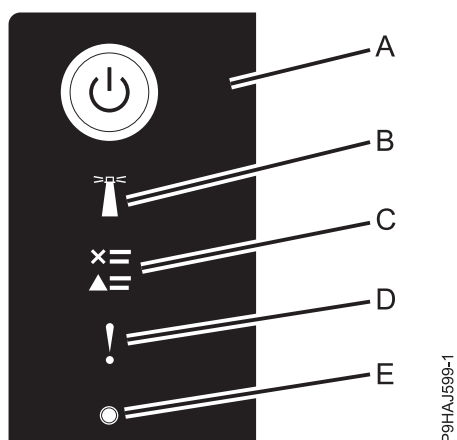

Рисунок 28. Индикаторы панели управления
- Световой индикатор питания (A) (см. следующий рисунок) должен мигать.
3. Нажмите кнопку питания (A) на панели управления, как показано на рисунке рис. 28.